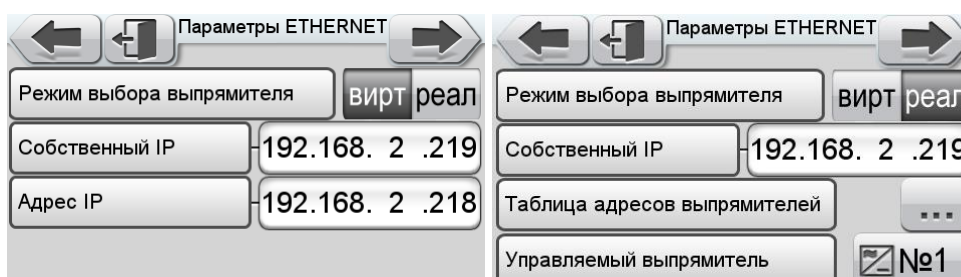

Рисунок 3
9.3 Экран «**Параметры ETHERNET**» предназначен для настройки параметров интерфейса связи при подключении выносного пульта посредством интерфейса ETHERNET (рис.3).